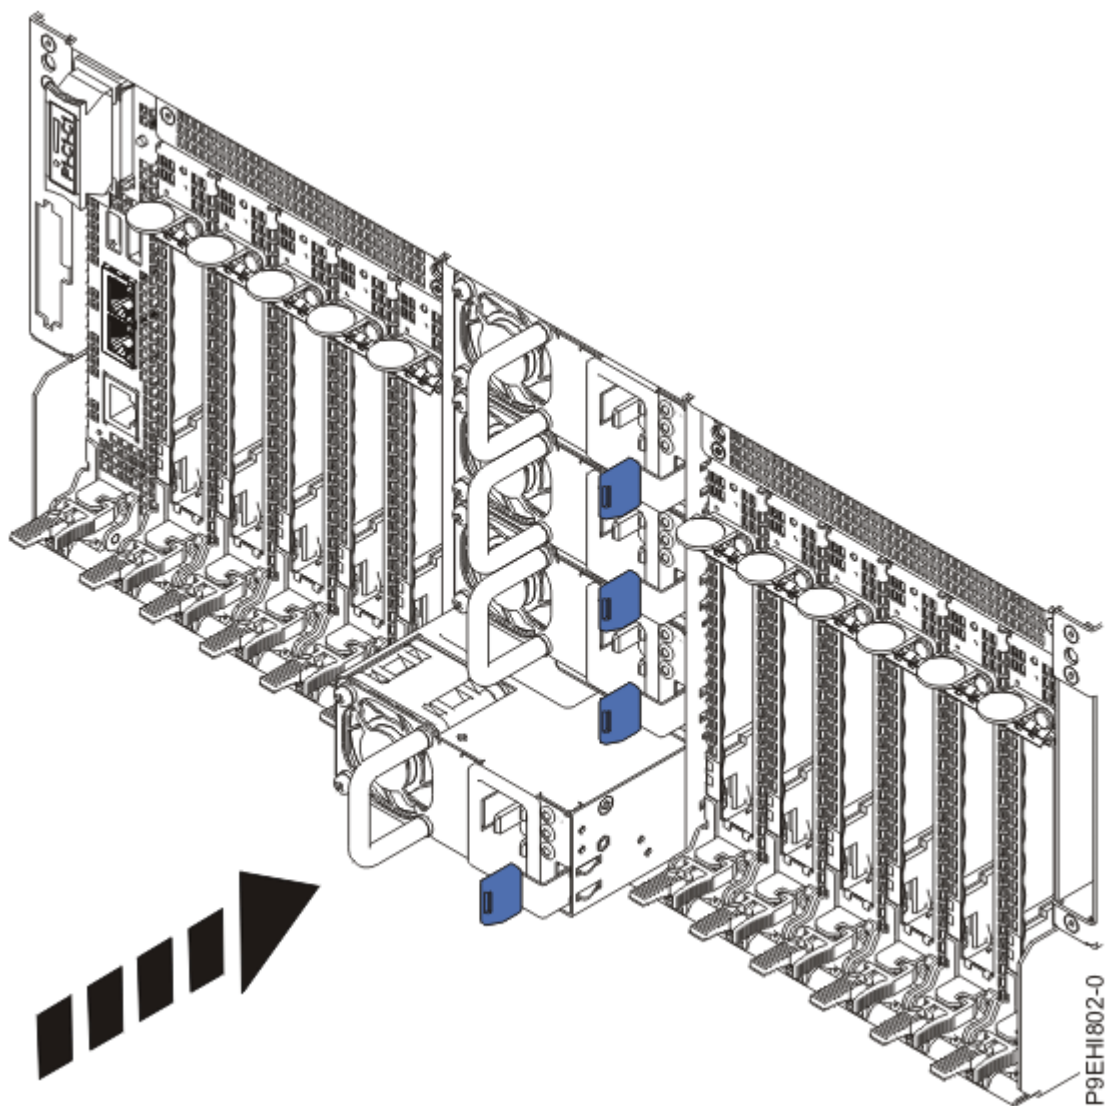

Abbildung 29. Netzteil im System wiedereinbauen
3. Richten Sie das Netzteil an der Position aus und schieben Sie das Netzteil in das System ein, bis die Verriegelung einrastet (siehe Abbildung 29 auf Seite 31).